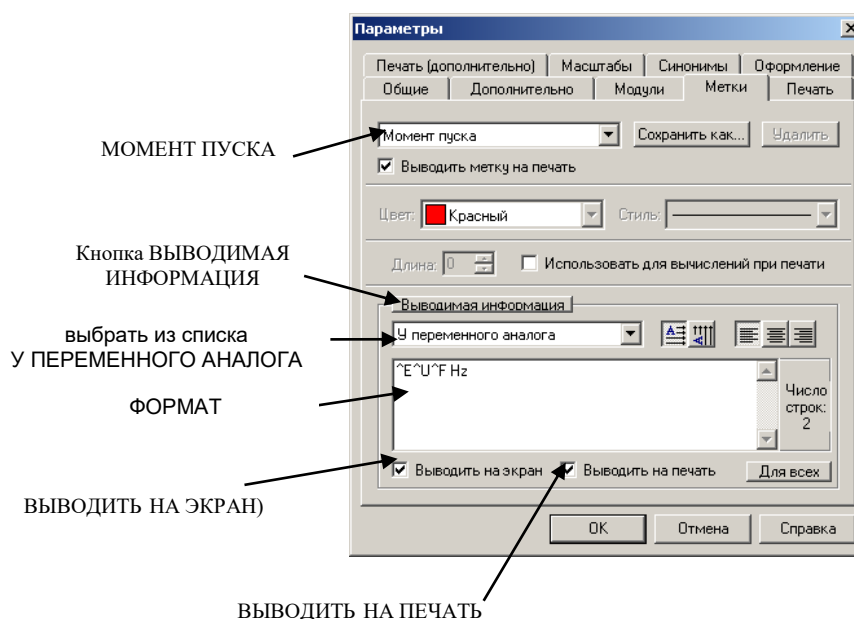

Рисунок 9
- активизировать кнопку ВЫВОДИМАЯ ИНФОРМАЦИЯ, и в открывшемся листе Спецификации формата информации, выбрать формат информации, в которой будет представлена измерительная информация в текущем поле в текущей метке, рисунок 9.